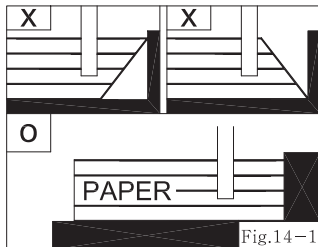

Fig.14-1
- 용지전체의 끝단을 기계의 안쪽면에 고루 밀착시켜 천공한다(Fig.14-1).